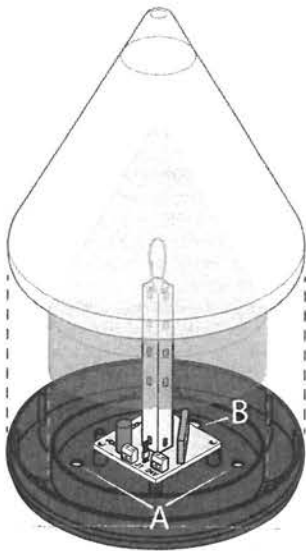

Fig. 2
- Collegare l'uscita antenna **"ANT"** al ricevitore (Det. D) con un cavo coassiale **RG58** (impedenza **50Ω**) lungo max. **15 m** passando attraverso uno dei fori prefondati **"B"** da **10 mm** fig. 2.
- Prepare holes in the container for the passage of the cables (indicated by the 6 mm countersunk marks in the container base "A" fig. 2) and fasten it to the column.
- Wire the **"ANT"** aerial output (Det. D) to the receiver using a coaxial cable **RG58** (impedance **50Ω**) with a maximum length of **15 m** passing through the **10 mm** countersunk marks **"B"** in the container base fig. 2.
- Prédisposer le boîtier pour le passage des câbles (en enfonçant la paroi qui couvre les trous de 6 mm prévus à cet effet "A" fig. 2) et le fixer sur le pilier.
- Brancher le sortie antenne **"ANT"** au récepteur au moyen d'un câble coaxial **RG58** (impédance **50Ω**) d'une longueur maximale de **15 m** en passant à travers les trous de **10 mm** prévus à cet effet **"B"** fig. 2.
- Predisponer el contenedor para la fijación (actuando sobre los orificios de 6 mm marcados "A" al fondo de la base fig. 2) y fijarlo en el pilar.
- Conectar la salida antena **"ANT"** al receptor con un cable coaxial **RG58** (impedancia **50Ω**) longitud máxima **15 m**, pasando a través los orificios de **10 mm** marcados **"B"** al fondo de la base fig. 2.
- Bereiten Sie das Gehäuse für die Anbringung vor (indem Sie auf die für die **6 mm** Löcher vorgestanzten Stellen „A“ auf dem Boden der Basis wirken **Abb. 2**) und befestigen Sie es am Pfeiler.